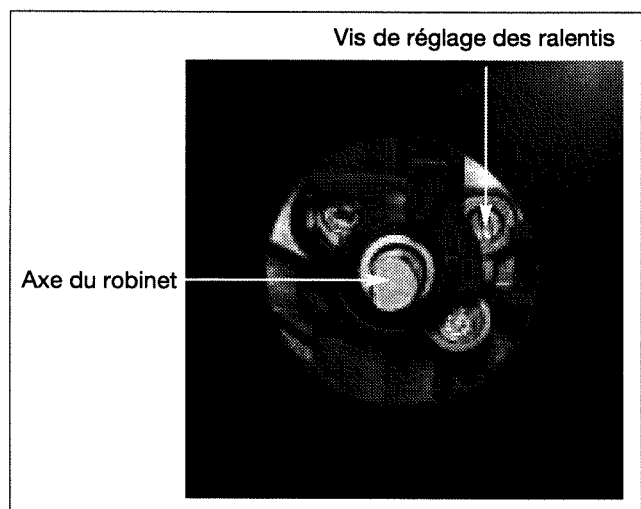

Fig. 5
- A l'aide du petit tournevis fourni dans la pochette, **vissez à fond** la vis de réglage des ralents en laiton (jaune) (fig.5) **dans le sens des aiguilles d'une montre**.